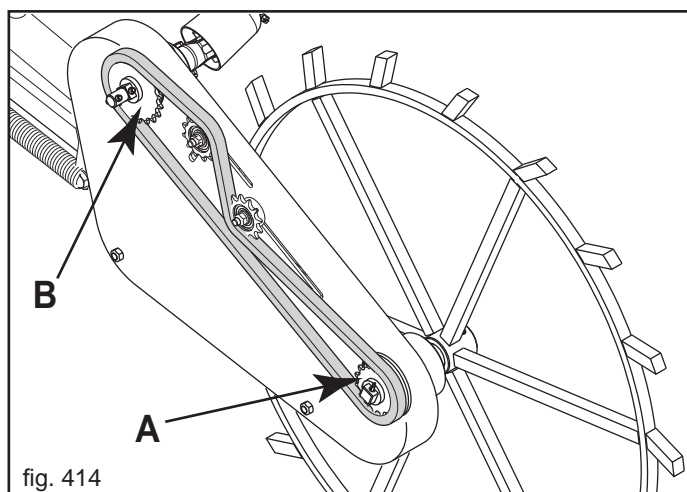

fig. 414
- El funcionamiento correcto del dosificador depende principalmente de las ruedas de cadena introducidas en la caja de transmisión de la rueda de transmisión, como indados en la tabla (véase Tabla 5 «A-B» Fig. 414).